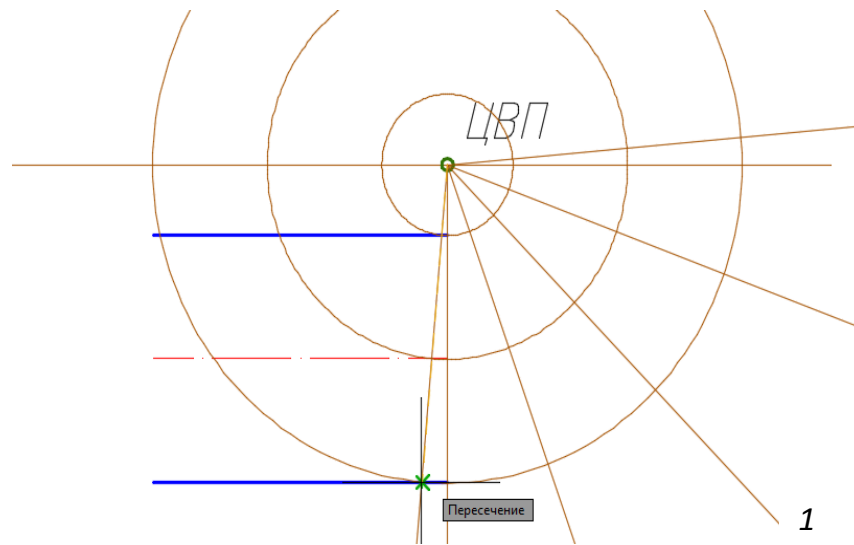

Рис. 112. Построение очерков в области колена трубы и 3-ей и 4-ой секций
– для выполнения контуров трубы построить вспомогательные окружности с помощью операций **Рисование** → **Круг** → указать центр круга **ЛКМ** в **ЦВП** → назначить радиус щелчком **ЛКМ** в точке пересечения первого сварного шва и нижнего контура трубы (рис. 112); остальные окружности строить аналогично;